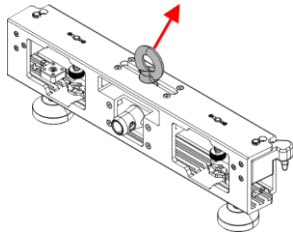

Fig. 26
- 01) Extraiga la(s) anilla(s) para rigging situadas en la parte superior de la barra de rigging como se indica en la Fig. 26.